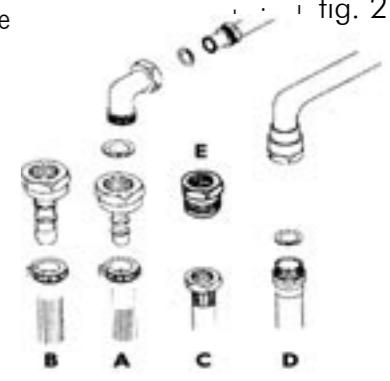

fig. 3
- L'Espagne, l'Italie, le Portugal, le Luxembourg, l'Allemagne et la Grèce autorisent le raccordement au moyen d'un bout et d'un tuyau souple comme indiqué en B (fig. 3). Pour ces pays les bouts doivent être conformes aux normes nationales en vigueur. Pour le Danemark, les Pays Bas, l'Irlande le raccordement est obligatoirement réalisé en utilisant la pièce E (fig. 3) et des tuyaux flexibles comme indiqué en C (fig. 3) ou des tubes rigides. Ce type de raccordement peut aussi être utilisé en Espagne, en Italie, au Portugal, en Grèce et au Luxembourg. L'Angleterre raccordement comme indiqué en D. fig. 3. En France, le raccordement au gaz naturel doit être obligatoirement réalisé en utilisant soit un tuyau flexible avec embout comme indiqué en C, soit un tuyau rigide. Le raccordement au gaz butane se fera au moyen d'un tuyau NF-gaz auquel vous ajouterez un collier. En aucun cas, le tuyau d'alimentation ne doit passer derrière le four, ni être en contact avec les parois adjacentes. Après que le raccordement ait été effectué, il faut en vérifier l'étanchéité. Pour ce faire appliquez sur le tuyau un liquide moussant. Aucune bulle ne doit apparaître. S'il y a des bulles, il convient de vérifier le serrage de l'écrou de raccordement ou éventuellement l'état du joint. Avant la première utilisation, assurez-vous qu'il ne reste aucun matériel d'emballage sur votre cuisinière.